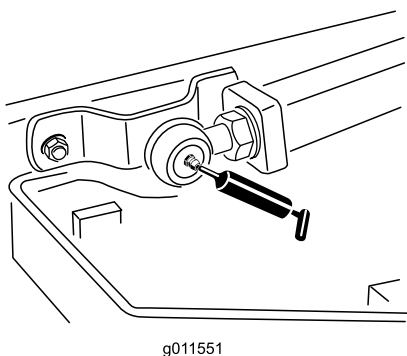

Figure 47
- Rotules de bras de relevage (2) (Figure 47).